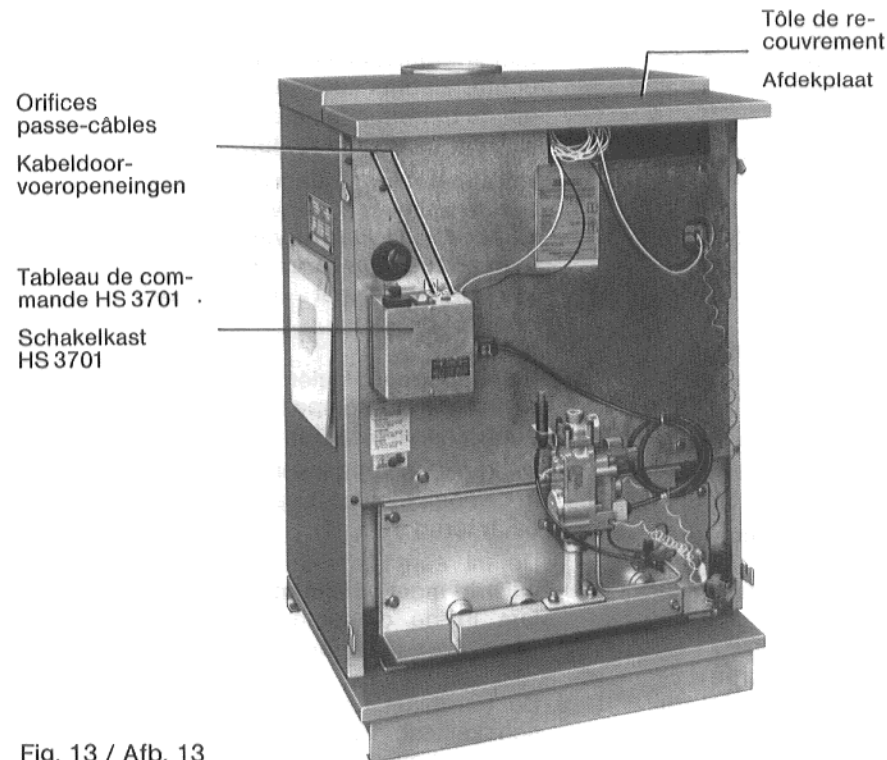
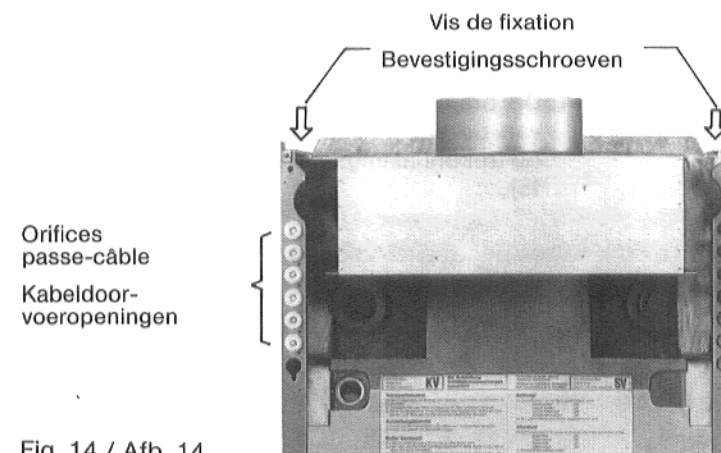

Fig. 13 / Afb. 13
Fig. 14 / Afb. 14
2. Fixer le tableau de commande au moyen des trois vis joints (Fig. 13).
Pour ce faire, dévisser les deux vis de fixation arrière (Fig. 14).
Introduire les câbles de l'arrière par les orifices passe-câble du panneau arrière de chaudière (Fig. 14) et les poser dans le canal de câble entre le panneau latéral et le calorifuge. Les introduire du haut par les orifices passe-câble dans le tableau de commande (Fig. 13).
5. Mettre le capot chaudière arrière sur la chaudière et fixer au moyen des deux vis de fixation (Fig. 14).
6. Poser la tôle de recouvrement supérieure (faisant partie de la livraison: tableau de commande) et fixer au moyen des deux vis joints (Fig. 13).
2. De schakelkast met de drie bijgeleverde schroeven bevestigen (Afb. 13).
Hiervoor moeten de beide achterste bevestigingsschroeven eruit gedraaid worden (Afb. 14).
De kabels langs achter door de kabeldoorvoeropeningen in de rugwand (Afb. 14), tussen de zijwand en de isolatie in de kabelgoot verleggen en langs boven door de kabeldoorvoeropeningen naar de schakelkast leiden (Afb. 13).
5. De achterste ketelafdekplaat terugplaatsen en met de twee bevestigingsschroeven vastschroeven (Afb. 14).
6. De bovenste afdekplaat (leveringsonderdeel van de schakelkast) monteren en met de bijgeleverde schroeven vastschroeven (Afb. 13).